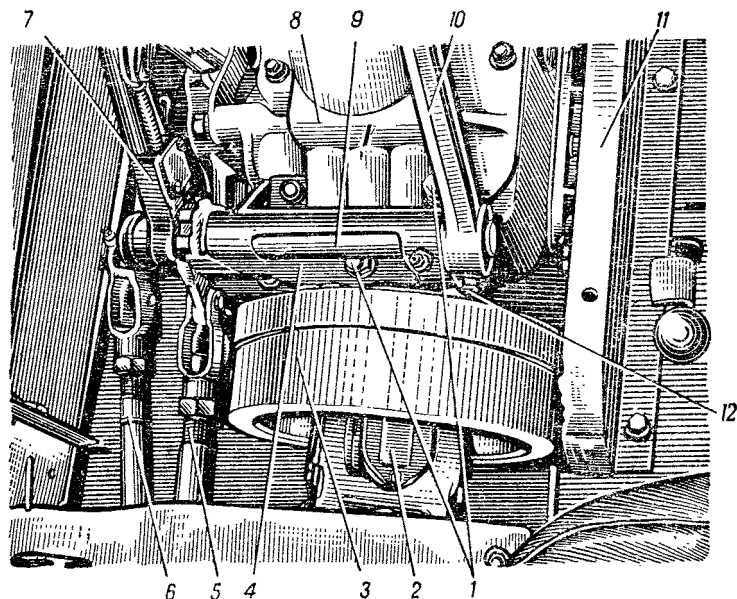

Рис. 22. Установка коробки передач:
5. Ослабить стяжной болт 12 (рис. 22) и снять рычаг 10 включения переднего моста и шпонку с валика 9.
17. Установить кронштейн рычага 7 (рис. 22) управления раздаточной коробкой в сборе с рычагом, валиком 9 и тягами 5 и 6 на коробку передач и закрепить болтами 1.